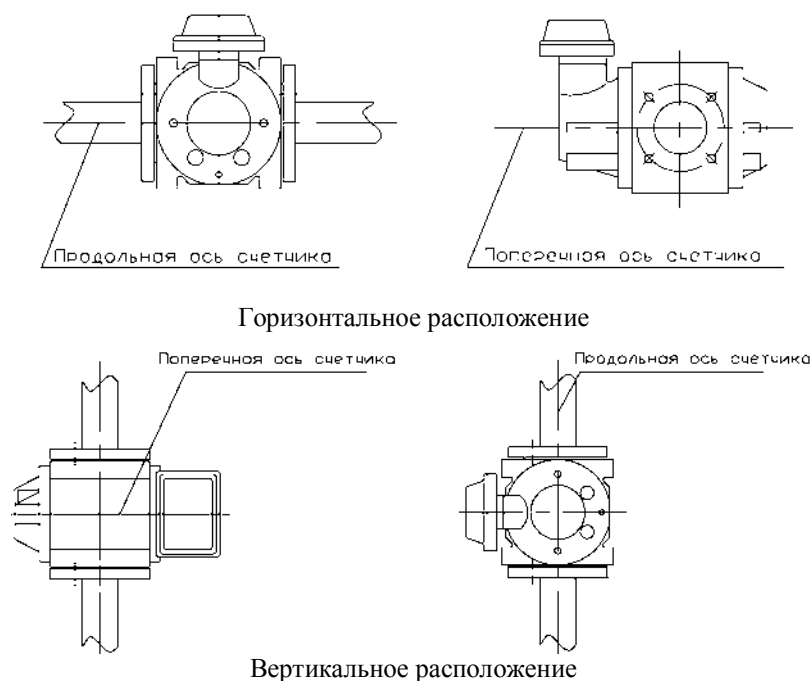

Рис.1 Требования к расположению счетчика RVG при его установке в трубопровод
7.1.2 Монтаж пункта следует производить таким образом, чтобы продольная и поперечная оси счетчика были расположены в соответствии с требованиями (рис.1):